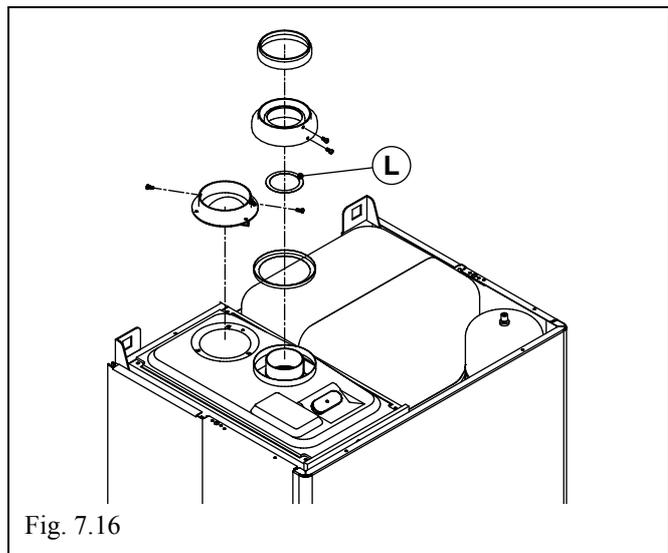

Fig. 7.16
Il condotto di scarico dei prodotti della combustione (N) è indicato in FIG. 7.16.